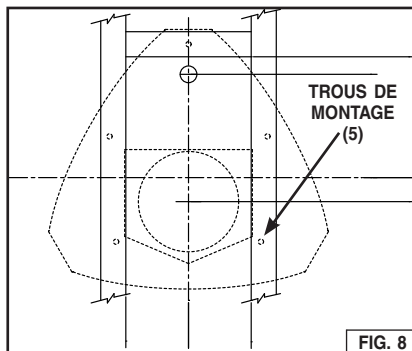

FIG. 8
1. Collez le modèle de montage en place et percez (5) trous de 0,3 cm (1/8 po) de diamètre aux sites centraux illustrés. Fig. 8. À la fin, retirez le modèle du plafond.